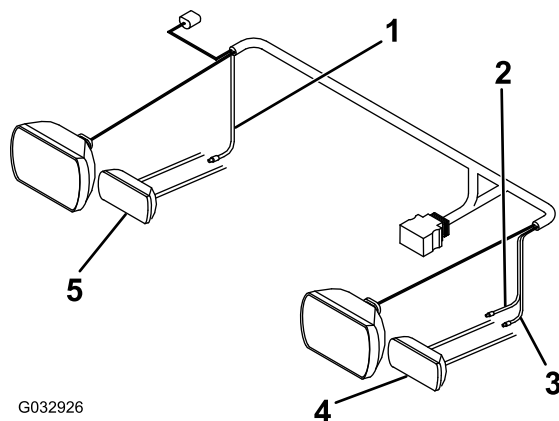

**Figure 14**
1. Débranchez la prise du faisceau de câblage à l'arrière du phare gauche du véhicule (Figure 14).
2. Branchez la prise bleue du long faisceau de câblage à l'arrière du phare gauche du véhicule (Figure 14).
3. Branchez la prise noire du long faisceau de câblage à la prise précédemment débranchée sur le faisceau de câblage du véhicule (Figure 14).